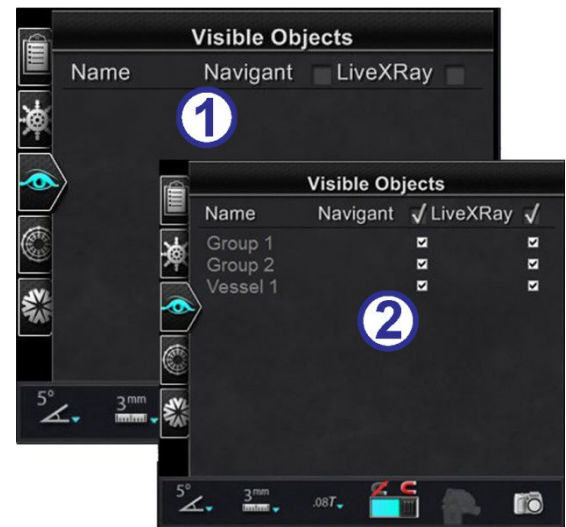

Figure 56. Panneau de commande de visibilité des objets
Explicatif Objets visibles (Figure 56)
- ① À l'ouverture d'une nouvelle procédure, le panneau de commande Visible Objects (Objets visibles) est vide.
- ② Le champ du panneau de commande est renseigné au fur et à mesure que des reconstructions de vaisseaux, des groupes de points, des points de surface et des cartes sont créés (si l'outil de cartographie est utilisé) (Figure 56).